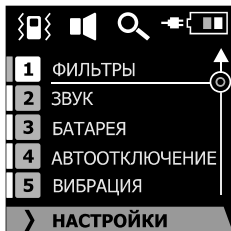
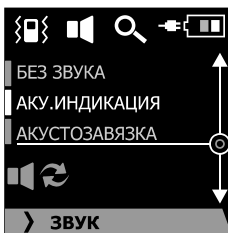
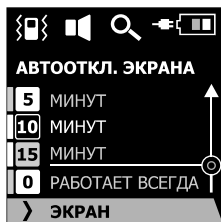
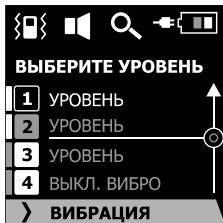

Рис. 7 – главное меню
Рис. 9 – установка параметров звука
Рис. 11 – выбор времени автоматического отключения экрана
Рис. 12 – выбор уровня вибрации
- нажать кнопку , после чего изделие отображает главное меню, на экране высвечивается картинка, представленная на Рис. 7;
- Находясь в главном меню (Рис. 7), кнопками «**▲**» и «**▼**» выбрать строку «ЗВУК» и подтвердить выбор кнопкой **OK** или «**▶**», на экране откроется подменю настроек звука (Рис. 9).
- Находясь в главном меню (Рис. 7), кнопками « ^ » и « v » выбрать строку «БАТАРЕЯ» и подтвердить выбор кнопкой **OK** или « > », на экране откроется подменю выбора типа элементов питания (Рис. 10).
- Находясь в главном меню (Рис. 7), кнопками «**^**» и «**v**» выбрать строку «АВТООТКЛЮЧЕНИЕ» и подтвердить выбор кнопкой **OK** или «**>**», на экране откроется подменю выбора возможных вариантов времени автоматического отключения экрана (Рис. 11)
- Находясь в главном меню (Рис. 7), кнопками « ^ » и « v » выбрать строку «ВИБРАЦИЯ» и подтвердить выбор кнопкой **OK** или « > », на экране откроется подменю выбора уровня интенсивности вибрации (Рис. 12).